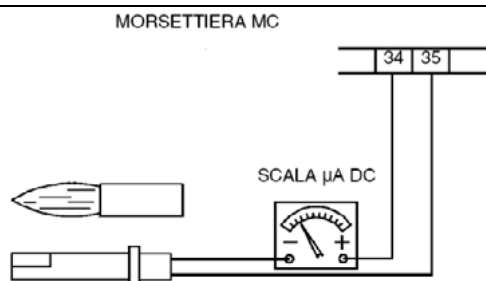

Fig. 12
- esame e pulizia accurata della fotoresistenza rilevazione fiamma e se necessario sostituzione. In caso di dubbio verificare il circuito di rilevazione, dopo aver rimesso in funzione il bruciatore, seguendo lo schema in Fig. 12.
Per misurare il segnale di rilevazione seguire lo schema in Fig. 12. Se il segnale non rientra nei valori indicati, verificare i contatti elettrici, la pulizia della testa di combustione, la posizione della fotoresistenza ed eventualmente sostituirla